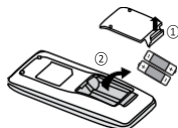

Рис. 1
1. Підніміть кришку у напрямку стрілки (як показано на рис. 1 ①).
2. Вийміть оригінальні батареї (як показано на рис. 1 ②).